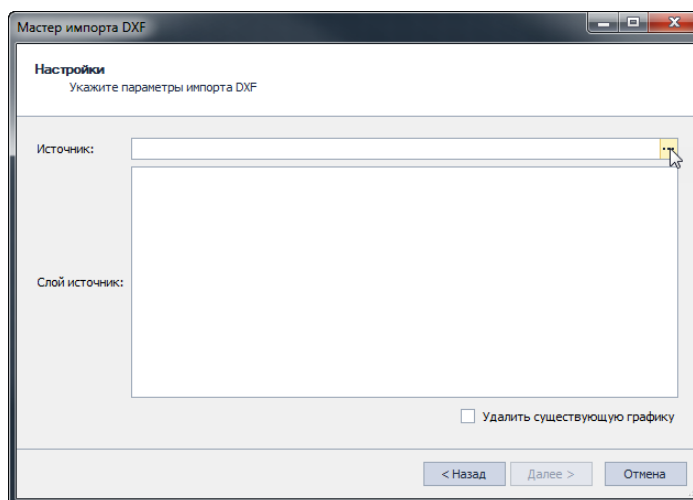

Рис. 73 Выбор файла для импорта .dxf
4. Выбрать файл для импорта, нажав кнопку , расположенную в правой части поля «Источник», см. Рис. 73. Если необходимо удалить существующую границу платы необходимо отметить флажком поле «Удалить существующую графику».